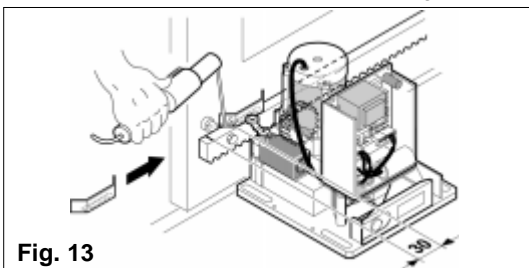

Fig. 13
- 3) Faire glisser la plaquette métallique sur la crémaillère dans le sens d'ouverture (fig.13) Dès que la LED FCA de la platine électronique s'éteint, continuer de la faire glisser d'environ 30 mm et la souder provisoirement (2 points) sur la crémaillère (fig.13).